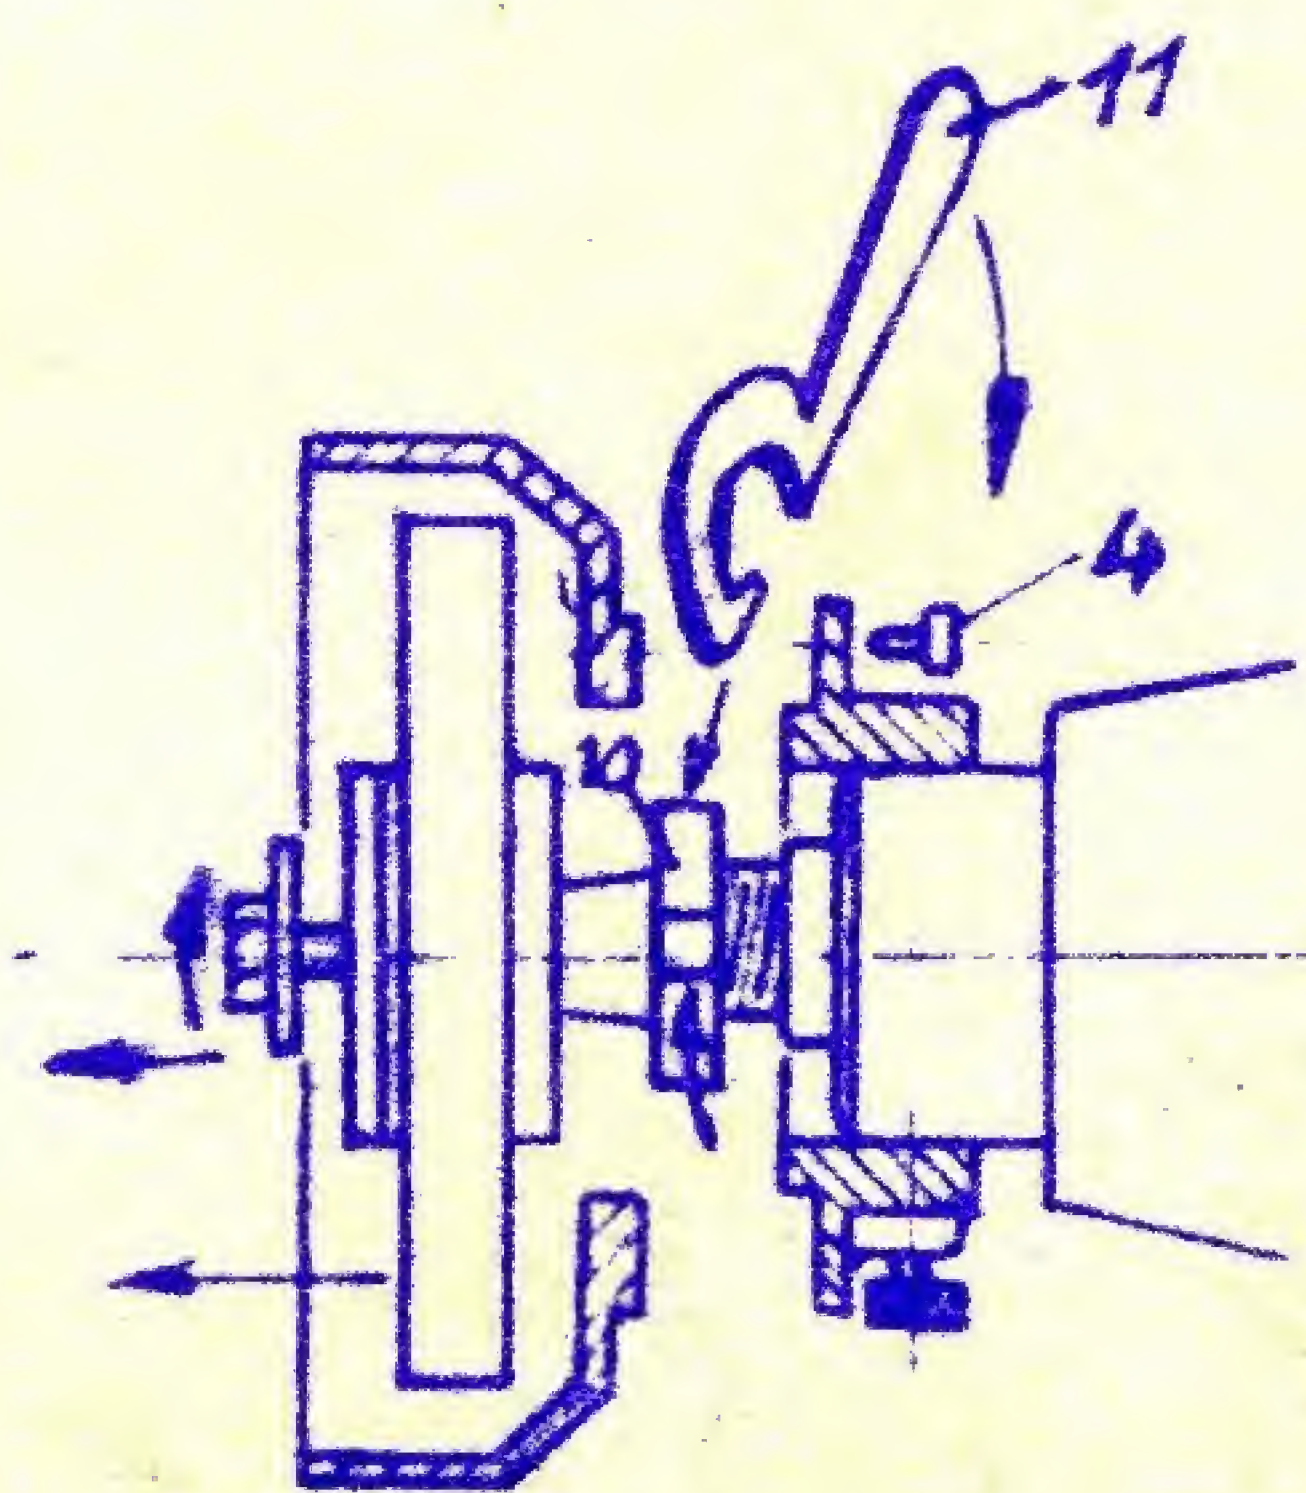

Fig. 8
Pour enlever la meule et son moyeu, il faut d'abord ôter le capot et débloquent la vis épaulée (7) sans l'enlever complètement. Détacher ensuite le carter (fig.8) en dévissant la vis (4). On peut, à ce moment, accéder à la bague de décollage (10).
Débloquer cette bague à l'aide de la clé (11) comme indiqué fig.8, en maintenant d'une main la poulie de la broche, ou bien la meule. Si la vis (7) n'est pas bloquée exagérément, le décollage ne demande aucun effort.